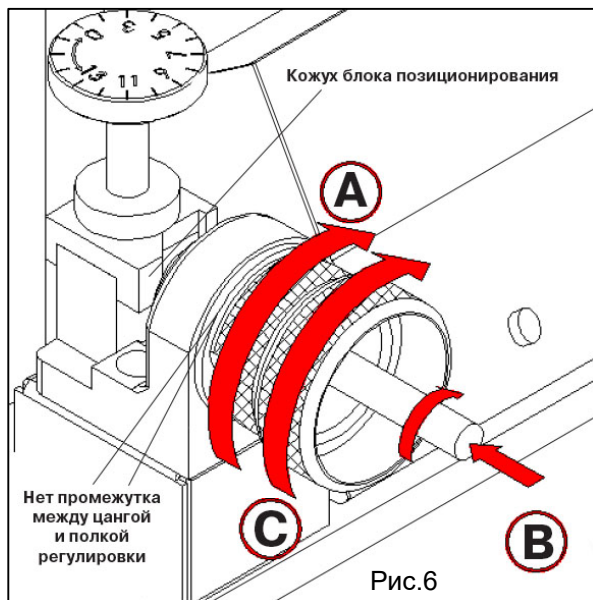

Рис.6
4. Проверьте положение блока на наборе установки сердечника по высоте, если он поврежден замените на новый (Рис.6).
5. При регулировке позиции по длине, убедитесь, что патрон плотно прижат к полке, без зазора (Рис.6)
1. Проверьте состояние позиционного блока (Рис.6).